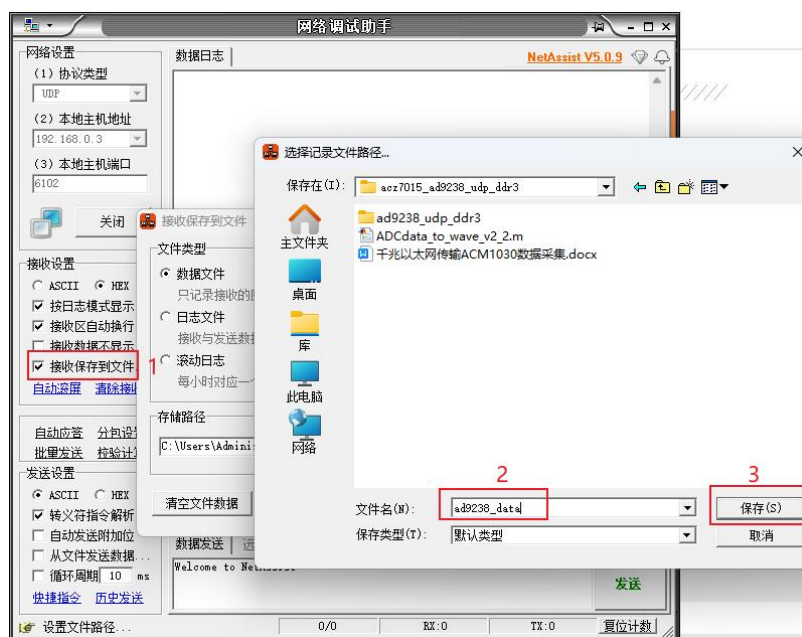

图 65-27 设置保存文件
- 6.点击“接收保存到文件”这几个字，在弹出的界面中设置文件路径、文件名称，如下图 65-27 示。这样在数据接收完成之后会保存一个数据文件。方便后面进行分析。